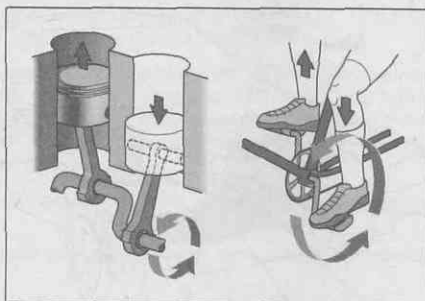

Рис. 4.4. Поршни и шатуны ходят вверх и вниз, вращая коленчатый вал
9. Снизу к поршню прикреплен **шатун**, который в свою очередь прикреплен к **коленчатому валу**, передающему вращающийся момент на **ведущие колеса** машины. Когда поршень и шатун ходят вверх и вниз, они поворачивают коленчатый вал. Как показано на рис. 4.4, это такое же движение, которое вы делаете при езде на велосипеде: колено поднимается и опускается, а стопы идут по кругу.